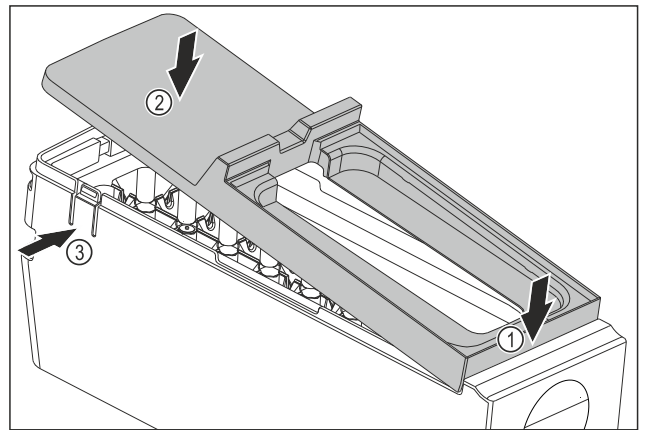

Fig. 63
- ▶ Abdeckung des EasyTwist-Ice-Korpus montieren: Abdeckung vorne ansetzen. Fig. 63 (1)
- ▶ Abdeckung hinten absenken. Fig. 63 (2)
- ▷ Abdeckung rastet hörbar in beiden Laschen Fig. 63 (3) ein.